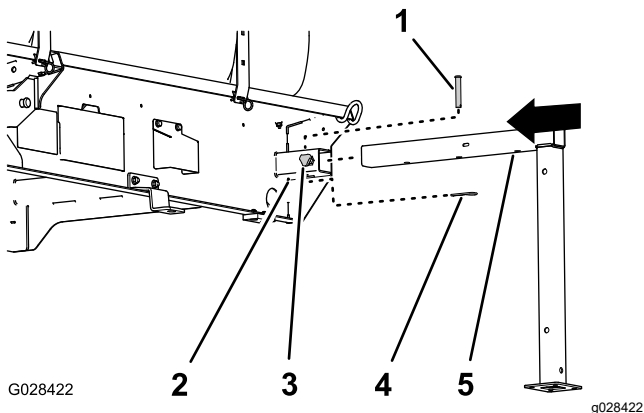

Figura 135
- Alinee la pata de apoyo delantera con el receptor del soporte fijo de la parte delantera del depósito (Figura 135).
- Inserte la pata de apoyo en el receptor hasta que el orificio central del tubo de la pata de apoyo horizontal esté alineado con el orificio de la parte superior del receptor (Figura 135).
- Enrosque un pomo de bloqueo en el receptor y apriételo a mano (Figura 135).